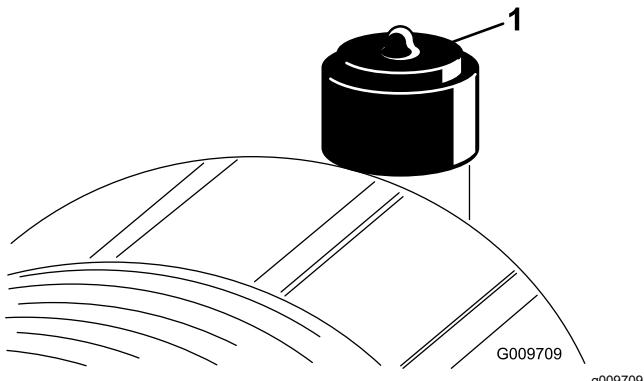

Figura 42
Faça a manutenção ao filtro de ar apenas quando o indicador de serviço (Figura 42) o exigir. Mudar o filtro de ar antes de ser necessário apenas aumenta a possibilidade de entrar sujidade no motor quando retira o filtro.
2. Reinicie o indicador (Figura 42) se este se apresentar vermelho.